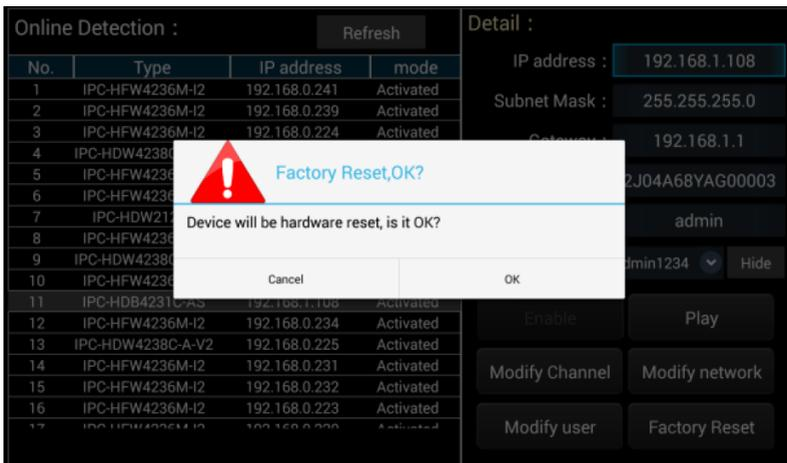

Рис. 166 Сброс к заводским настройкам
7. Для сброса настроек видеокамеры к заводским воспользуйтесь кнопкой Factory Reset (Сброс к заводским настройкам), рис. 166